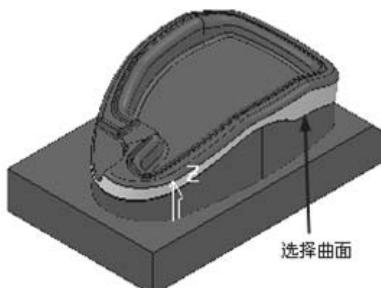
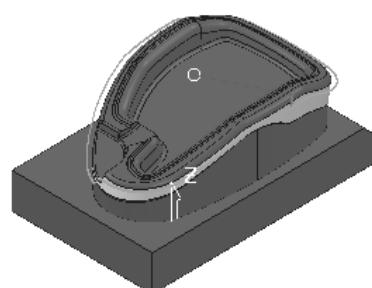

图 2-222 选择曲面
图 2-223 生成的刀具路径
4) 在图形区选择图 2-222 所示的曲面，然后在“SWARF 精加工”对话框中单击“应用”按钮和“接受”按钮，确定参数并退出对话框，生成的刀具路径如图 2-223 所示。